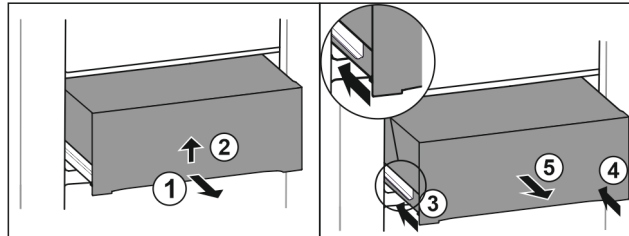

Fig. 31
- ▶ Lade er half uittrekken. Fig. 31 (1)
- ▶ Lade aan de onderkant optillen. Fig. 31 (2)
- ▶ Linker rail erin schuiven. Fig. 31 (3)
- ▶ Rechter rail erin schuiven. Fig. 31 (4)
- ▶ Lade naar voren toe verwijderen. Fig. 31 (5)